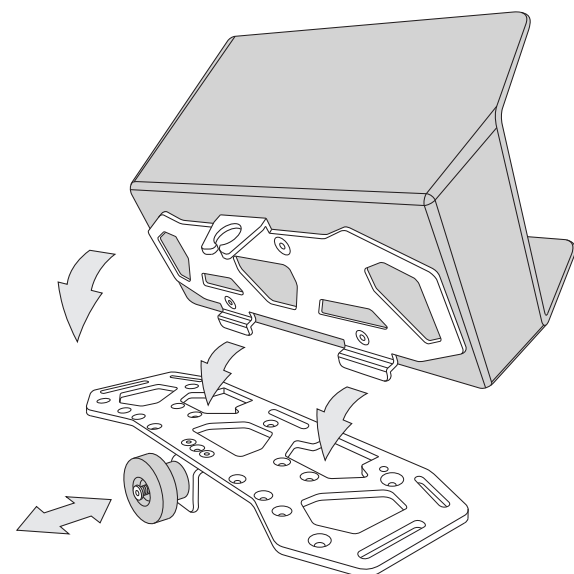

Figura 14. Fissaggio del cesto aperto alla piastra di carico
4. Fissare il cesto di carico aperto sul telaio di carico utilizzando il supporto di sgancio rapido, così come indicato nella **Figura 14**.